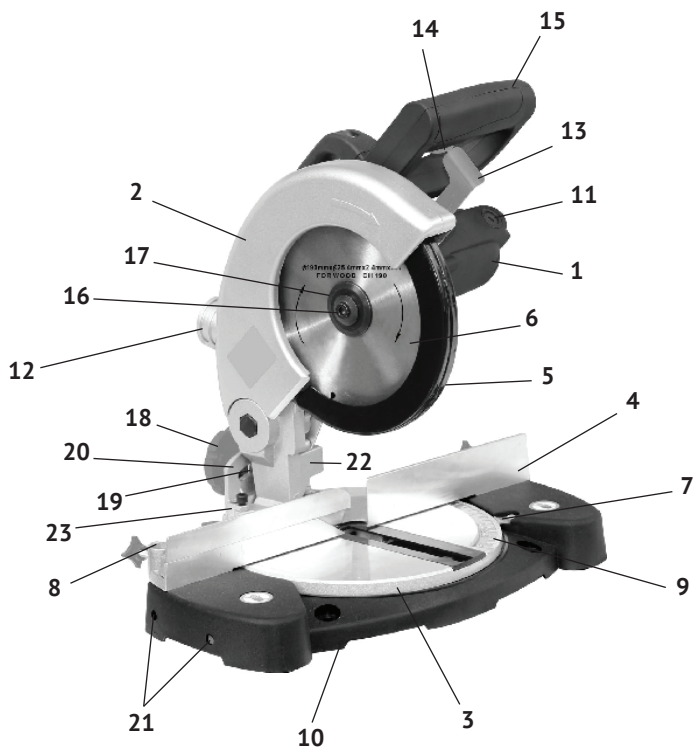

рис. 1
1.1.2 Основным несущим узлом режущего блока пилы является металлический корпус головки режущей, с закреплённым на нём верхним защитным кожухом диска (рис.1 поз.2). С противоположной стороны к корпусу крепится пластиковый корпус двигателя (рис.1 поз.1) с рукояткой (рис.1 поз.15). Вертикальное перемещение режущего блока для реза обеспечивает ось, закреплённая в суппорте головки режущей (рис.1 поз.22). Возвратная пружина возвращает режущий блок в исходное (верхнее) положение. Наклон суппорта влево от вертикального положения обеспечивает ось опоры наклонно-поворотного механизма (рис.1 поз.23). Заготовка на рабочем столе может быть повернута в любую сторону на угол от 0 до 45° за счёт поворотного основания. На основной рукоятке пилы расположены: рычаг блокировки защитного кожуха и клавиша выключателя. Конструкция пилы позволяет осуществлять: распиловку материала под заданным углом (косой рез) относительно задней кромки заготовки в обе стороны и под выставленным углом (до 45°), относительно вертикальной оси влево (наклонный рез). На шпиндель пилы, крепится пильный диск. Диск является основным рабочим инструментом для резки выбранных материалов.
На неподвижном защитном кожухе пильного диска (рис.1 поз.2) стрелкой указано направление вращения шпинделя.
1.1.7 Металлическая станина (рис.1 поз.10) пилы устанавливается на ровную горизонтальную поверхность. Для крепления пилы на верстаке (рабочем столе) в ножках станины имеются 4-е крепёжных отверстия. При пилении длинных заготовок в боковые отверстия (рис.1 поз.21) станины крепятся две дополнительные опоры. Распиливаемая заготовка плотно прижимается к параллельному упору (рис.1 поз.4) и крепится к рабочему столу струбциной.
Для отвода стружки в комплект поставки входит пылесборник (рис.1 поз.12), который крепится к патрубку неподвижного кожуха. К патрубку можно подключить промышленный пылесос.
- разблокировать подвижный защитный кожух рычагом (рис.1 поз.13);
- включение пилы осуществляется нажатием на клавишу выключателя (рис.1 поз.14);
- следите за правильной установкой направления вращения диска - при установке необходимо, что бы стрелка направления вращения на диске соответствовала направлению, указанному на неподвижном кожухе (рис.1 поз.2) пилы;
- разблокируйте подвижный защитный кожух, нажав на рычаг блокировки (рис.1 поз.13). Затем, поднимая вверх подвижный защитный кожух, зафиксируйте его в верхнем положении.
- ключом (входит в комплект поставки) открутите фиксирующий болт (рис.1 поз.16) пильного диска, снимите прижимной фланец (рис.1 поз.17) и пильный диск (рис.1 поз.6);
- для установки угла поворота ослабьте установочный винт в основании станины, установите необходимый угол распила, повернув поворотное основание (рис.1 поз.3) в нужную сторону, совместив выбранный угол шкалы (рис.1 поз.9) со стрелкой (рис.1 поз.7) и затяните установочный винт.
- для установки угла наклона необходимо ослабить фиксирующую рукоятку (рис.1 поз.18), установить необходимый угол распила стрелкой (рис.1 поз.19) по шкале (рис.1 поз.20) и надёжно затянуть фиксирующую рукоятку.
- во время работы для эффективного отвода пыли из зоны пиления подключите пылесос или установите штатный пылесборник на патрубков (рис.1 поз.12).
- для замены щёток необходимо открутить крышки щёткодержателей (рис.1 поз.11) на корпусе двигателя (рис.1 поз.1), вынуть использованные щётки из щёткодержателей, заменить их новыми и закрутить крышки щёткодержателей. Щётки следует заменять парой для обеспечения равной степени их давления на коллектор якоря;